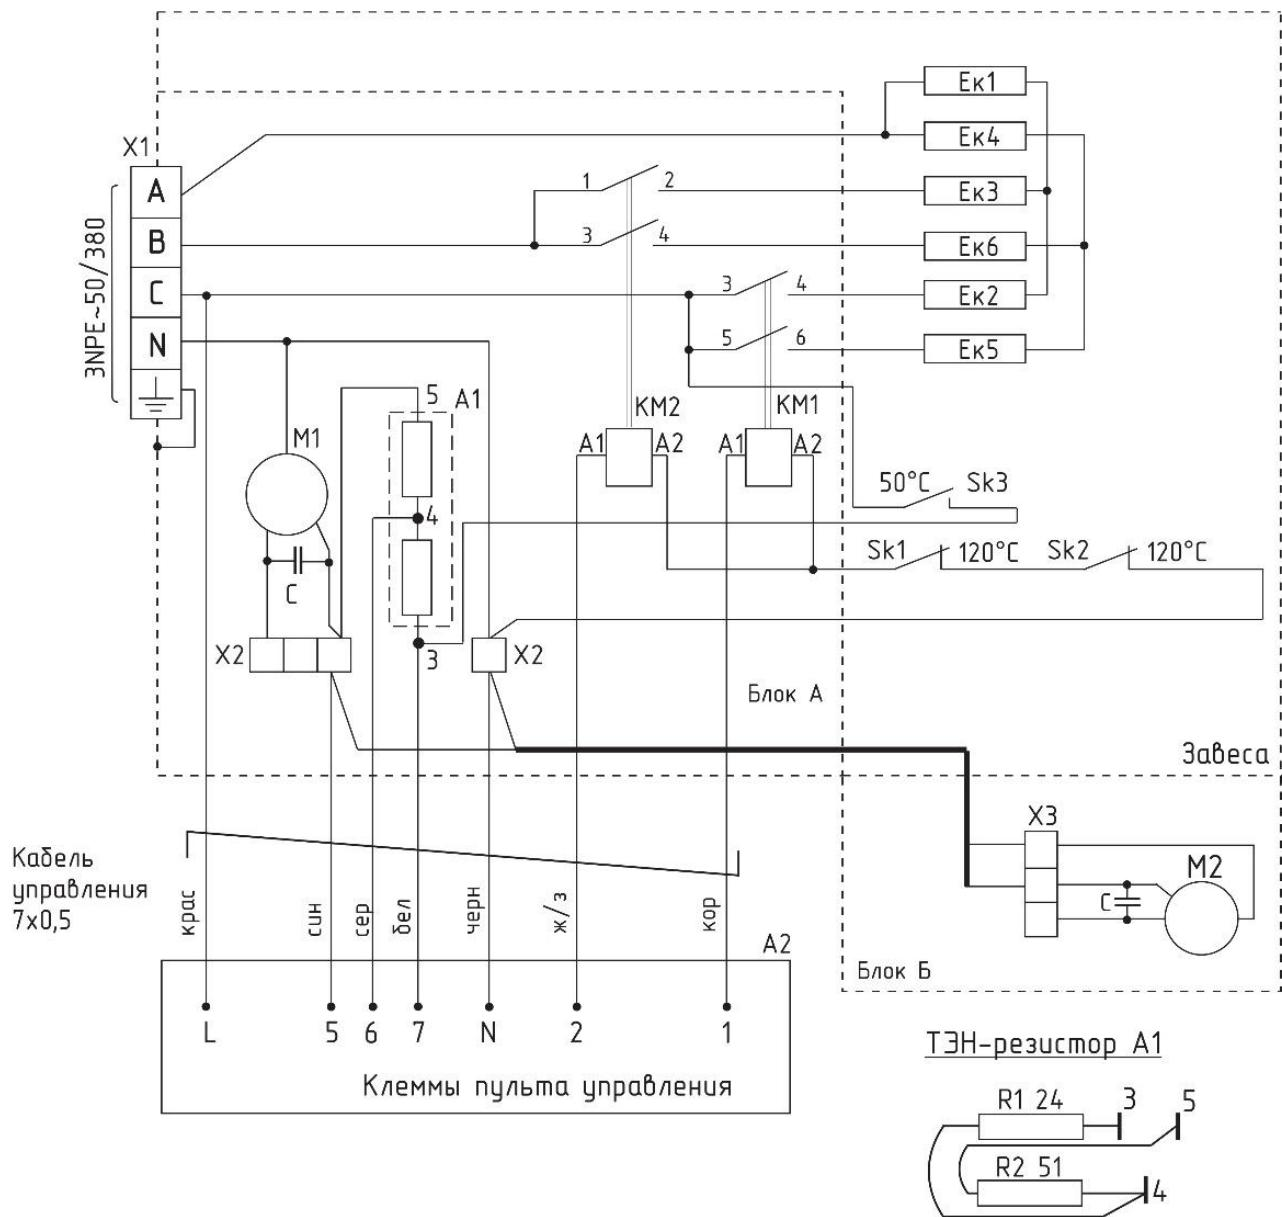

Рисунок 5-Назначение клемм пульта управления (IR03)
- Подключить семижильный кабель к пульту управления в соответствии с цветовой или цифровой маркировкой проводов кабеля управления и клеммной колодки пульта (рисунок 5);